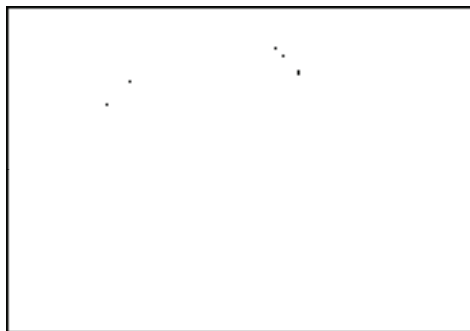

图 14-144 修剪图形
19) 调用“分解”命令，分解立面窗图形；调用“修剪”命令，修剪图形，结果如图 14-144 所示。